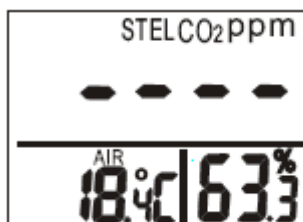

Fig.7
2. Se tardará al menos 5 segundos para calcular los valores STEL y TWA. La pantalla muestra "----" (Fig.7) durante los 5 primeros minutos de encendido.